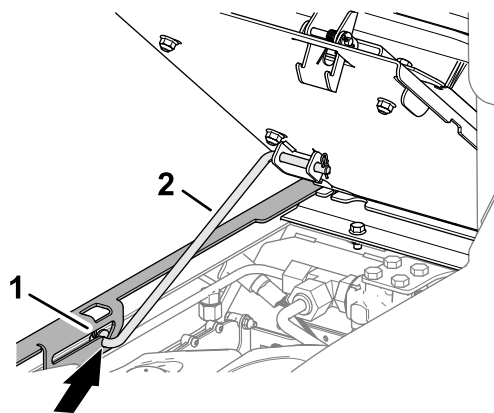

図 64
3. 支え棒をロッドガイドプレートのスロットの固定穴に確実に嵌める 図 64。